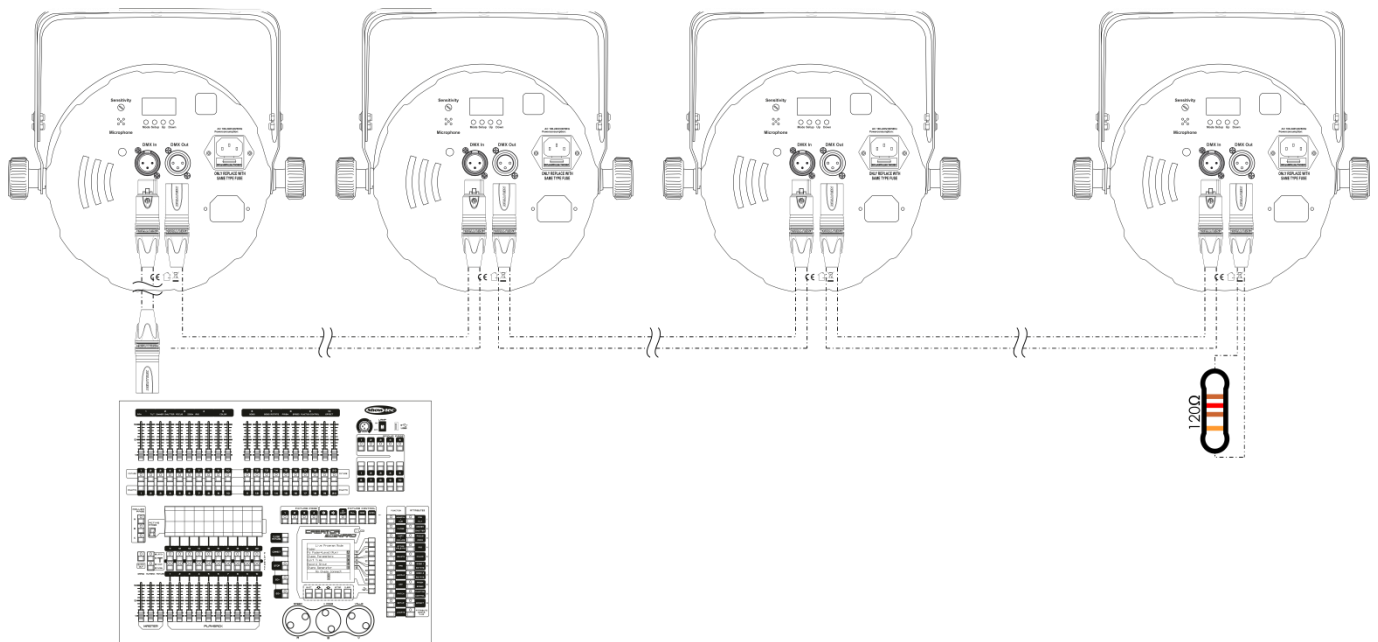

Abb. 03
- 04) Verbinden Sie die Geräte, siehe Abb. 03. Verbinden Sie die DMX-Ausgangsbuchse (Out) des ersten Geräts über ein DMX-Signalkabel mit der Eingangsbuchse (In) des zweiten Geräts. Wiederholen Sie diesen Vorgang, um die zweite, dritte und vierte Einheit zu verbinden.